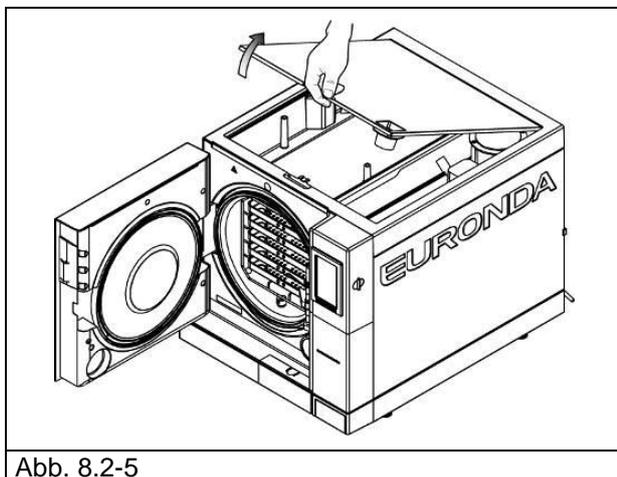
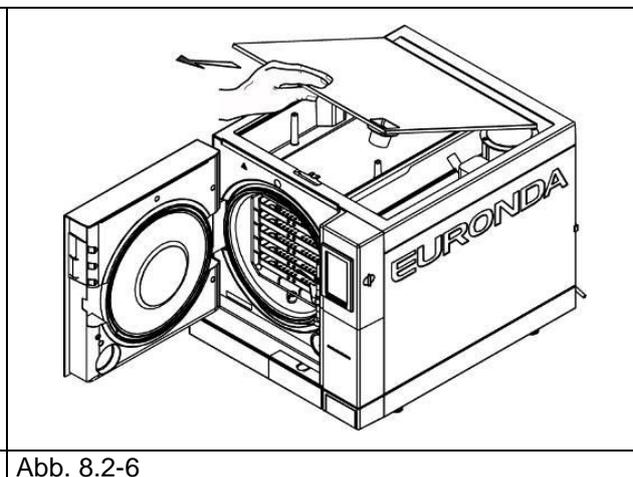

Abb. 8.2-5
Abb. 8.2-6
- Den Deckel auf 45° anheben (Abb. 8.2-5) und zu sich ziehen (Abb. 8.2-6).